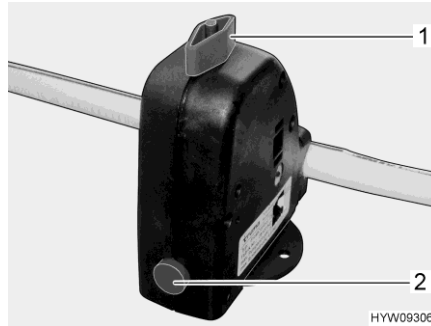

Bild 144 Säkerhets-/avtappningsventil (varmvattenberedare)
Varmvattenberedaren är utrustad med en säkerhets-/avtappningsventil (Bild 144). Säkerhets-/avtappningsventilen gör så att vattnet i varmvattenberedaren inte kallnar när det är frost och värmen inte är påslagen.
- Stäng säkerhets-/avtappningsventilen. Ställ vredet (Bild 144,1) diagonalt mot säkerhets-/avtappningsventilen och tryck in tryckknappen (Bild 144,2).
- Öppna säkerhets-/avtappningsventil. Vrid då vredet (Bild 144,1) mot säkerhets-/avtappningsventilen. Tryckknappen (Bild 144,2) skjuts ut. Nu töms varmvattenberedaren via säkerhets-/avtappningsventilen utomhus.